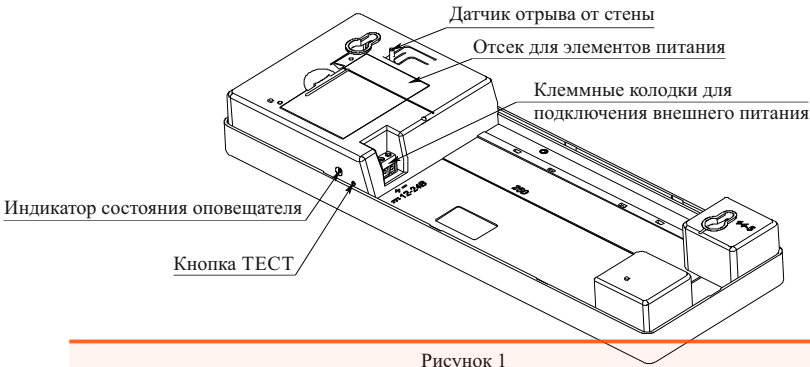

Рисунок 1
- 5.6 Для информации о состоянии оповещателя предусмотрен оптический индикатор (рисунок 1). Режимы индикации приведены в таблице 2.